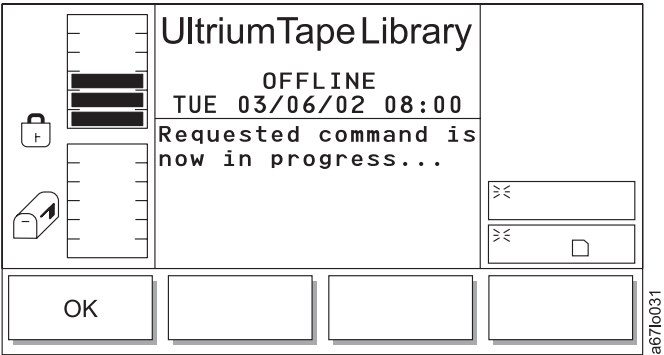

Abbildung 127. Importdialog
- Wird **Import** ausgewählt, erscheint der Importdialog (siehe Abb. 127 auf Seite 144).
Tabelle 76. Übersetzung von Abb. 127, Importdialog